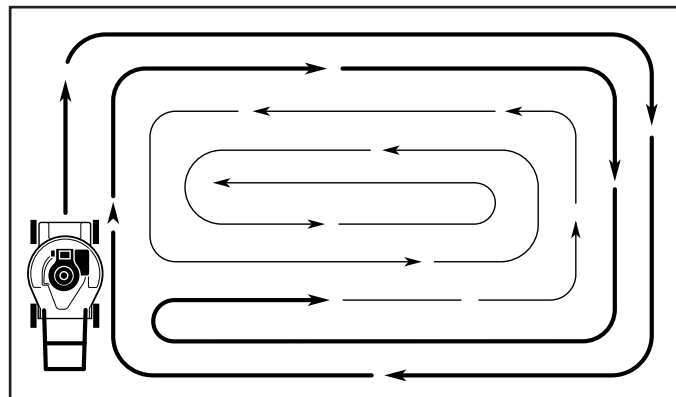

FIG. 15
- Quand vous utilisez une tondeuse à gazon à décharge latérale, tondez dans le sens contraire des aiguilles d'une montre en commençant à l'extérieur de la surface à tondre pour étaler l'herbe coupée plus régulièrement et réduire l'effort du moteur. Pour garder l'herbe coupée hors des allées, des parterres, etc., tondez la périphérie de la zone à tondre dans le sens des aiguilles d'une montre. (Voir Fig. 15).